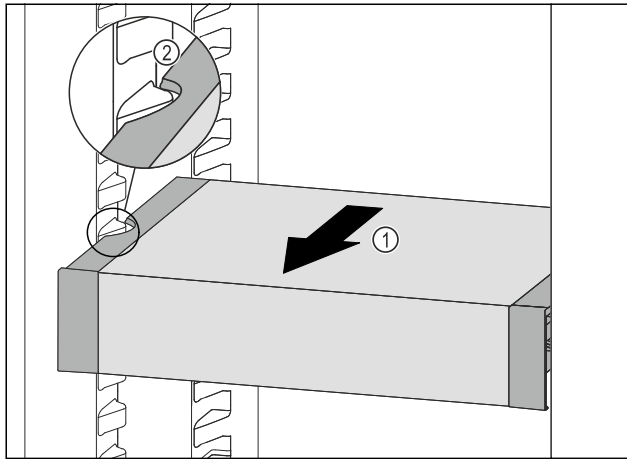

Fig. 72
- ▶ Tire del VarioSafe hacia delante Fig. 72 (1) hasta que los huecos laterales del VarioSafe se encuentren a la altura de la nervadura del recipiente en el compartimento del frigorífico. Fig. 72 (2)